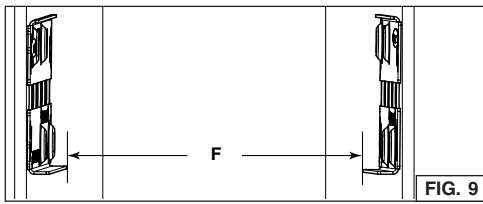

FIG. 9
- Coloque el soporte a ras con la parte inferior del panel derecho del gabinete, centrando la marca de la ubicación de los ganchos (E) entre los orificios inferiores en relieve. Para la configuración del borde estrecho, trace una línea encima del soporte. Para la configuración del borde amplio, trace una línea a la base de las ranuras centrales.
7. Medir la distancia entre ambos bordes inferiores de los soportes (F) (FIG. 9). La tabla siguiente indica la distancia adecuada.